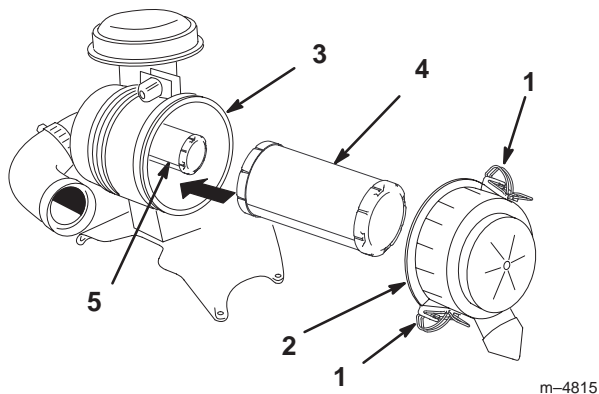

Figure 32
2. Ouvrez les dispositifs de verrouillage du filtre et ôtez le couvercle du corps du filtre (Fig. 32).
4. Sortez l'élément primaire du corps du filtre avec précaution (Fig. 32). Évitez de cogner l'élément à l'intérieur du corps.
2. Si vous remplacez l'élément de sécurité, insérez-le avec précaution dans le corps du filtre (Fig. 32).
3. Installez ensuite l'élément primaire sur l'élément de sécurité avec les mêmes précautions (Fig. 32). Assurez-vous qu'il est bien engagé en appuyant sur le rebord extérieur de l'élément que vous installez.
4. Reposez le couvercle, le côté portant l'inscription **UP** étant tourné vers le haut, et fermez les dispositifs de verrouillage (Fig. 32).